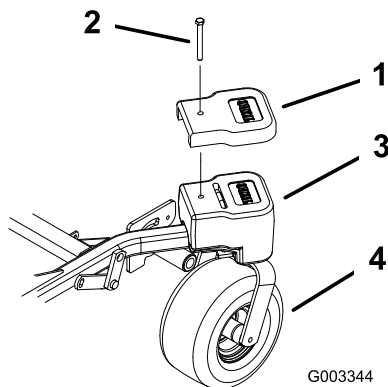

Figure 28
4. Montez les masses supérieures en haut de chaque roue pivotante (tabliers de 152 cm [60 po]) avec 2 boulons ($\frac{1}{2}$ x $2\frac{1}{2}$ po) (Figure 28).